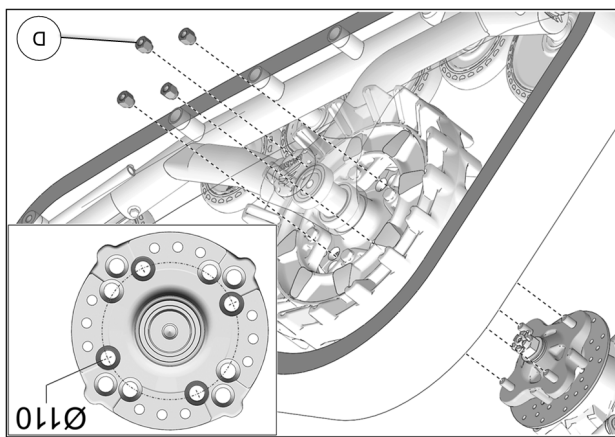

Fig. 11
10. Fixer le système de traction au moyeu de roue arrière. Utiliser le cercle de perçage de $\varnothing 110$ mm et les écrous de roue M10 (D) fournis. Voir la Fig. 11